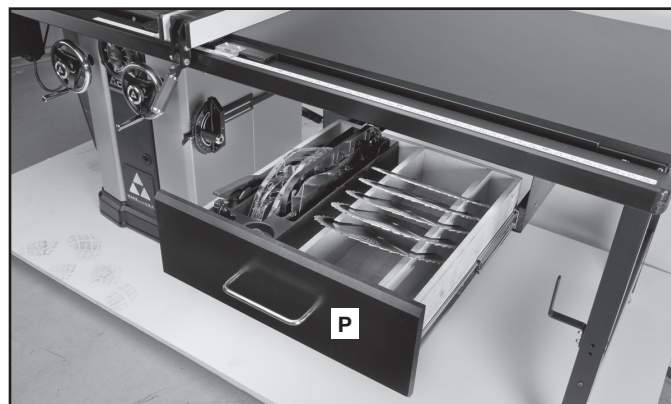

FIG. 7C
La gaveta (P), Fig. 7C, puede almacenar muchas hojas y muchos de los accesorios que vienen con su Unisaw.